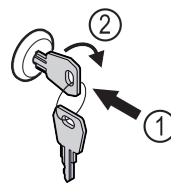

Fig. 240
► Insérer la clé. Fig. 240 (1)
► Tourner la clé à 90° dans le sens horaire. Fig. 240 (2)